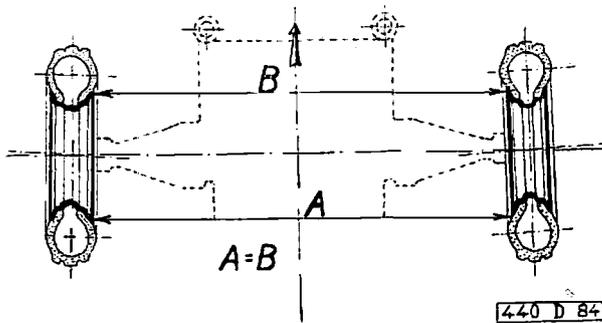

Abb. 1. Vorspur der Vorderräder
- a) Vorspur: Die Vorderräder stehen bei belastetem Wagen nicht genau parallel, sondern laufen in Richtung nach vorne etwas zusammen. Der Felgenabstand ist vorne kleiner als rückwärts (Abb. 1).